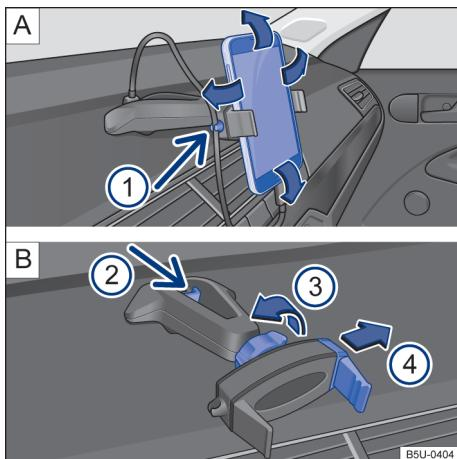

Fig. 145 No console central: suporte para smartphone e ajustes.
- Segurar o suporte com uma mão e pressionar o botão de destravamento → Fig. 145 [B] (2) (seta).
- Com a haste → Fig. 145 [B] (4) deslocar no sentido da seta, e instalar o smartphone no alojamento.
- Com a outra mão deslocar a haste → Fig. 145 [B] (4) até que seja possível remover o aparelho do alojamento.
- Colocar o cabo USB na entrada carregador USB do suporte existente no painel de instrumentos → Fig. 145 [A].
- Prender o cabo no suporte → Fig. 145 [A] (1).
- Para liberar o movimento do suporte, girar a trava → Fig. 145 [B] (3) no sentido contrário da seta.
- Para fixar a posição, girar a trava no sentido da seta (3) → Fig. 145 [B] até a fixação total do suporte.
i O suporte para smartphone tem garantia de 3 anos, com exceção da haste deslizante (garra) → Fig. 145 B ④ que tem garantia de 1 ano.